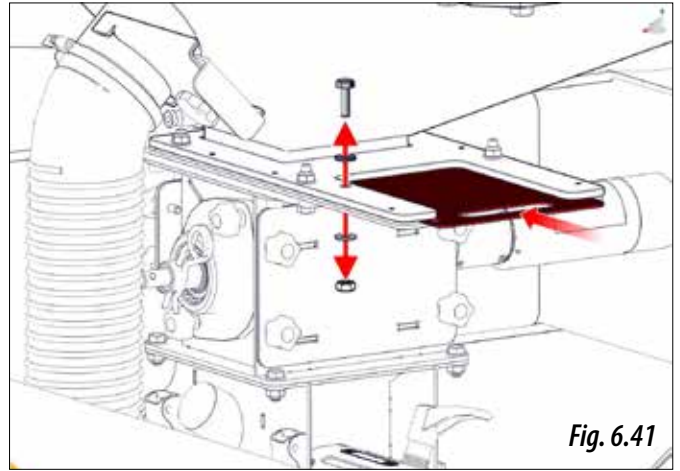

Fig. 6.41
- 2- Cerrar la puerta de guillotina de los dosificadores, para ello deberá sacar un tornillo que fija la posición de la puerta (Fig. 6.41).